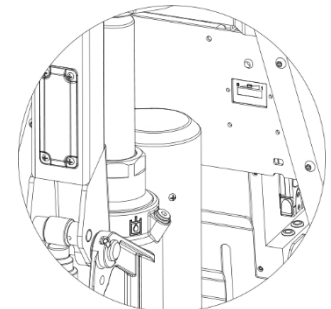

Fig. 21
3. Dopo aver riempito la quantità appropriata di olio idraulico, sollevare e abbassare la maniglia due o tre volte, quindi sollevare la forcella all'altezza massima e serrare la vite. Sostituire la rondella se è danneggiata. (Fig. 21)